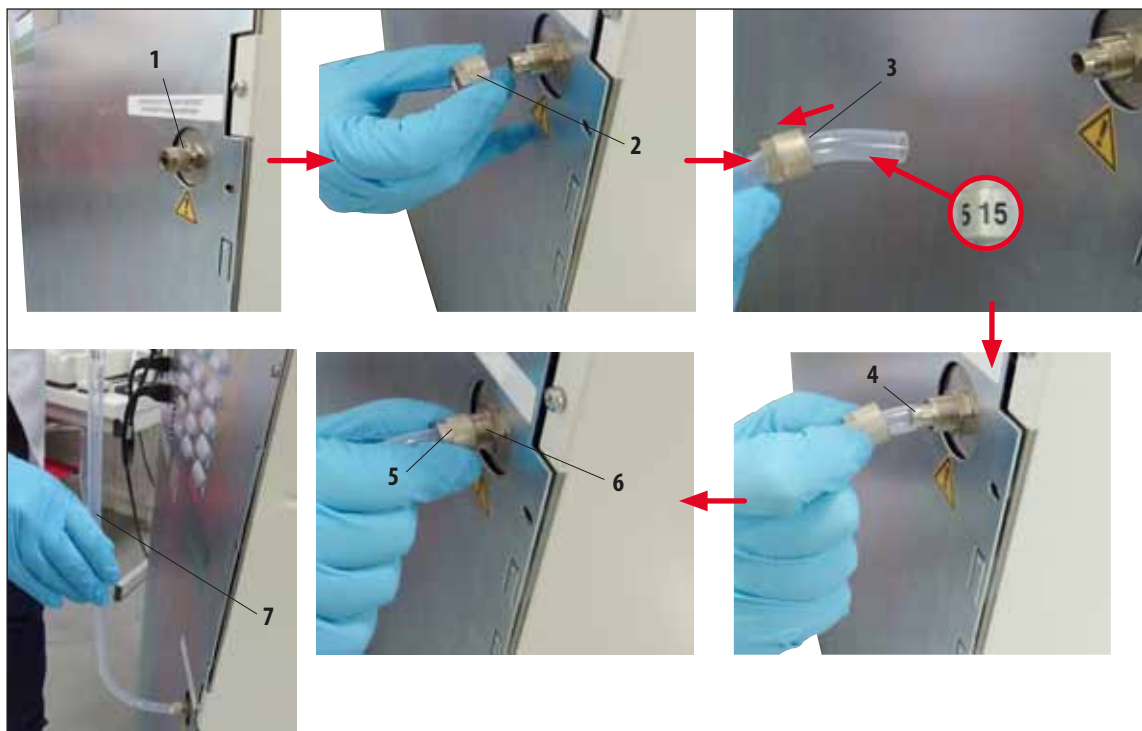

Рис. 90
Разъем для подключения вытяжки (рис. 90, 1) расположен на задней панели прибора.
1. Отверните гайку (рис. 90, 2) от соединения (рис. 90, 1) и наденьте его на угловой конец шланга с маркировкой «15» (рис. 90, 3).
2. Максимально натяните угловой конец шланга с маркировкой «15» на ниппель соединителя (рис. 90, 4).
3. Затяните гайку (рис. 90, 5) на резьбе соединения, чтобы зафиксировать вытяжной шланг (рис. 90, 6).
4. Поверните вытяжной шланг в вертикальное положение (рис. 90, 7) и подсоедините шланг с маркировкой «20» к внешней вытяжке.